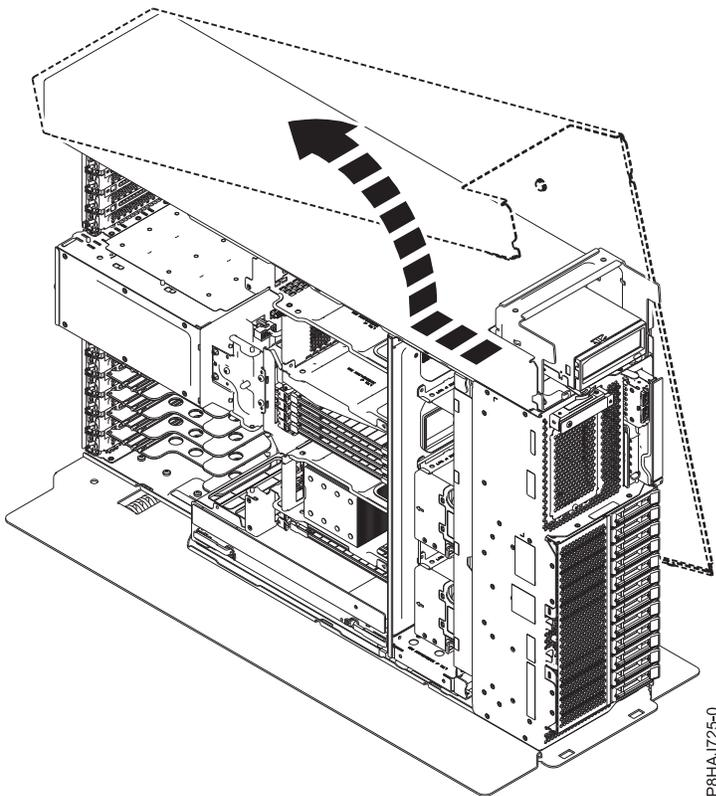

Abbildung 33. Ausbauen der Seitenabdeckung bei einem Standalone-System vom Typ 8286-41A
5. Schieben Sie die Seitenabdeckung in der in Abb. 33 dargestellten Richtung vom System.